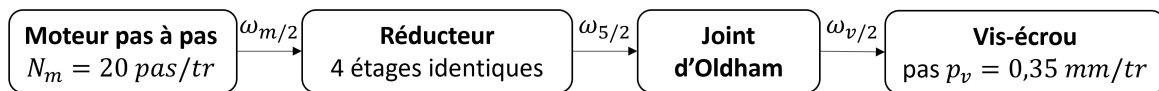

FIGURE 3 – Chaîne de transmission
La Figure 3 représente la chaîne de transmission.
**Question 18:** En s'appuyant sur les notations et données de la Figure 3, établir l'expression du déplacement linéaire  $d_v$  de la vis  $v$  par pas du moteur en fonction de  $N_m$ ,  $k_g$  et  $p_v$ .